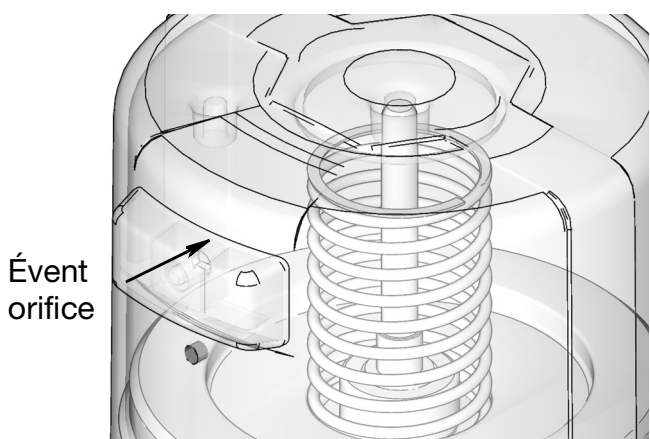

FIG. 13
3. Remplissez le réservoir de graisse jusqu'à ce que le joint du plateau suiveur perce l'orifice d'évent (FIG. 13) et que la majorité de l'air soit expulsée du réservoir.